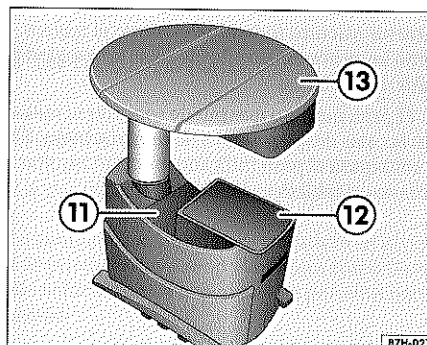

Fig. 78 Mesita central con el módulo de la mesa elevado, el tablero desplegado, con portabebidas y portaobjetos
- Gire el tablero 90° hasta que encaje ⇒ página 87, fig. 78.